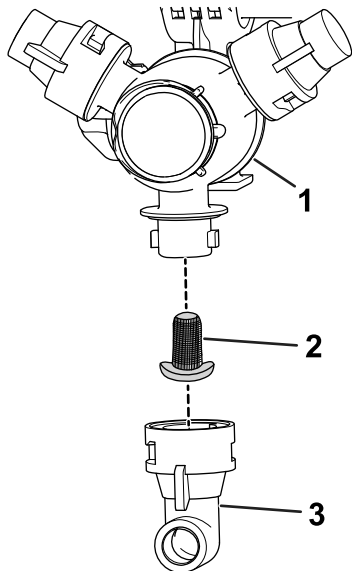

Рисунок 98
2. Снимите сопло с поворотной распылительной головки (Рисунок 98).
3. Снимите старый фильтр сопла (Рисунок 98).
4. Установите новый фильтр сопла (Рисунок 98).
5. Установите сопло на поворотную распылительную головку (Рисунок 98).